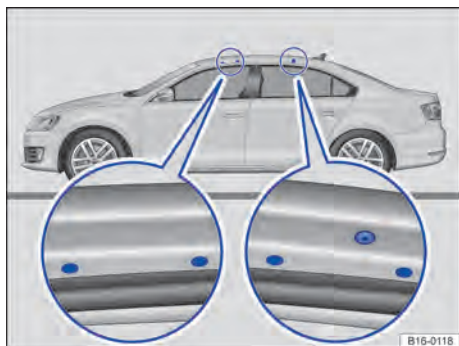

Fig. 102 Pontos de fixação dos suportes de base.
As marcações para fixação na frente encontram-se nos lados inferiores das vigas do teto $\Rightarrow$ Fig. 102 (lupa esquerda). As marcações e furos para fixação atrás encontram-se nos lados inferiores das vigas do teto. Os furos estão fechados com parafusos de plástico $\Rightarrow$ Fig. 102 (lupa direita) que devem ser removidos antes da montagem.
- Fixar os suportes de base somente nas perfurações e marcações indicadas na figura $\Rightarrow$ Fig. 102.